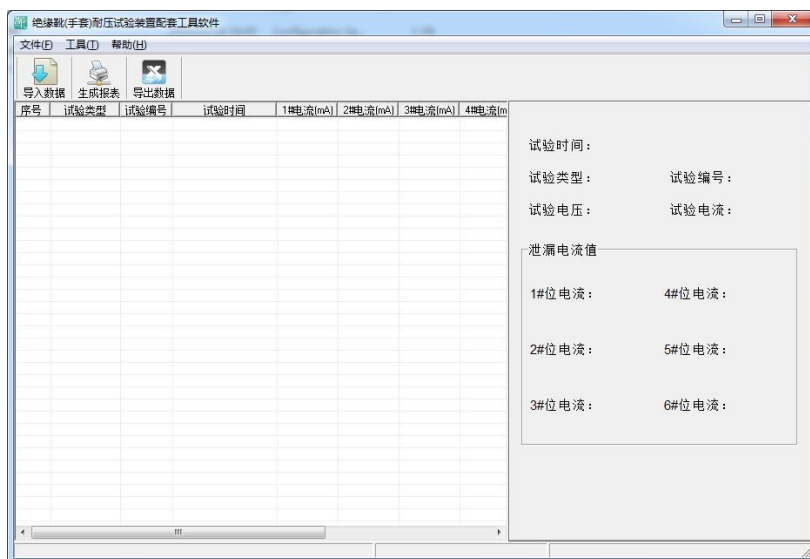

图 5.2 软件界面
1. 双击  JYXTEST.exe ，运行绝缘靴(手套)耐压测试仪配套上位机软件软件，如图 5.2 所示。